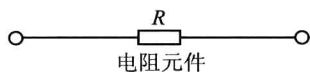

图 1-3 电阻元件
(1)电阻的定义。电阻元件是最常见的电路元件，日常生活中使用的钨丝灯泡、电子产品中常用的贴片电阻等一般都可看作是电阻元件。习惯上，人们常把电阻元件简称为电阻，用 R 表示，它反映导体对电流的阻碍作用。电阻元件的图形符号如图 1-3 所示。